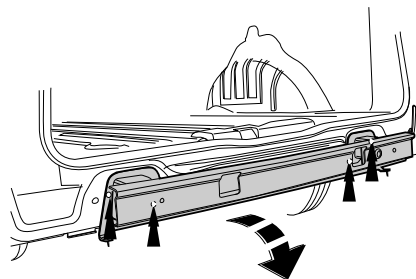

Fig.1
2. Снять бампер вместе со стальным буферным брусом автомобиля. См. рисунок 1.